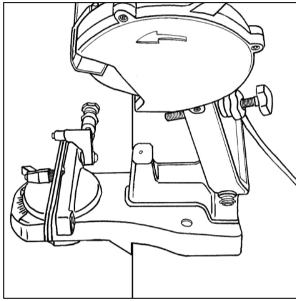

Рис. 2
3. Установите станок на твердую и ровную поверхность верстака таким образом, чтобы ограничители на основании уперлись в верстак (рис.2) и обеспечивалась возможность регулировки угла заточки цепи (влево/вправо).